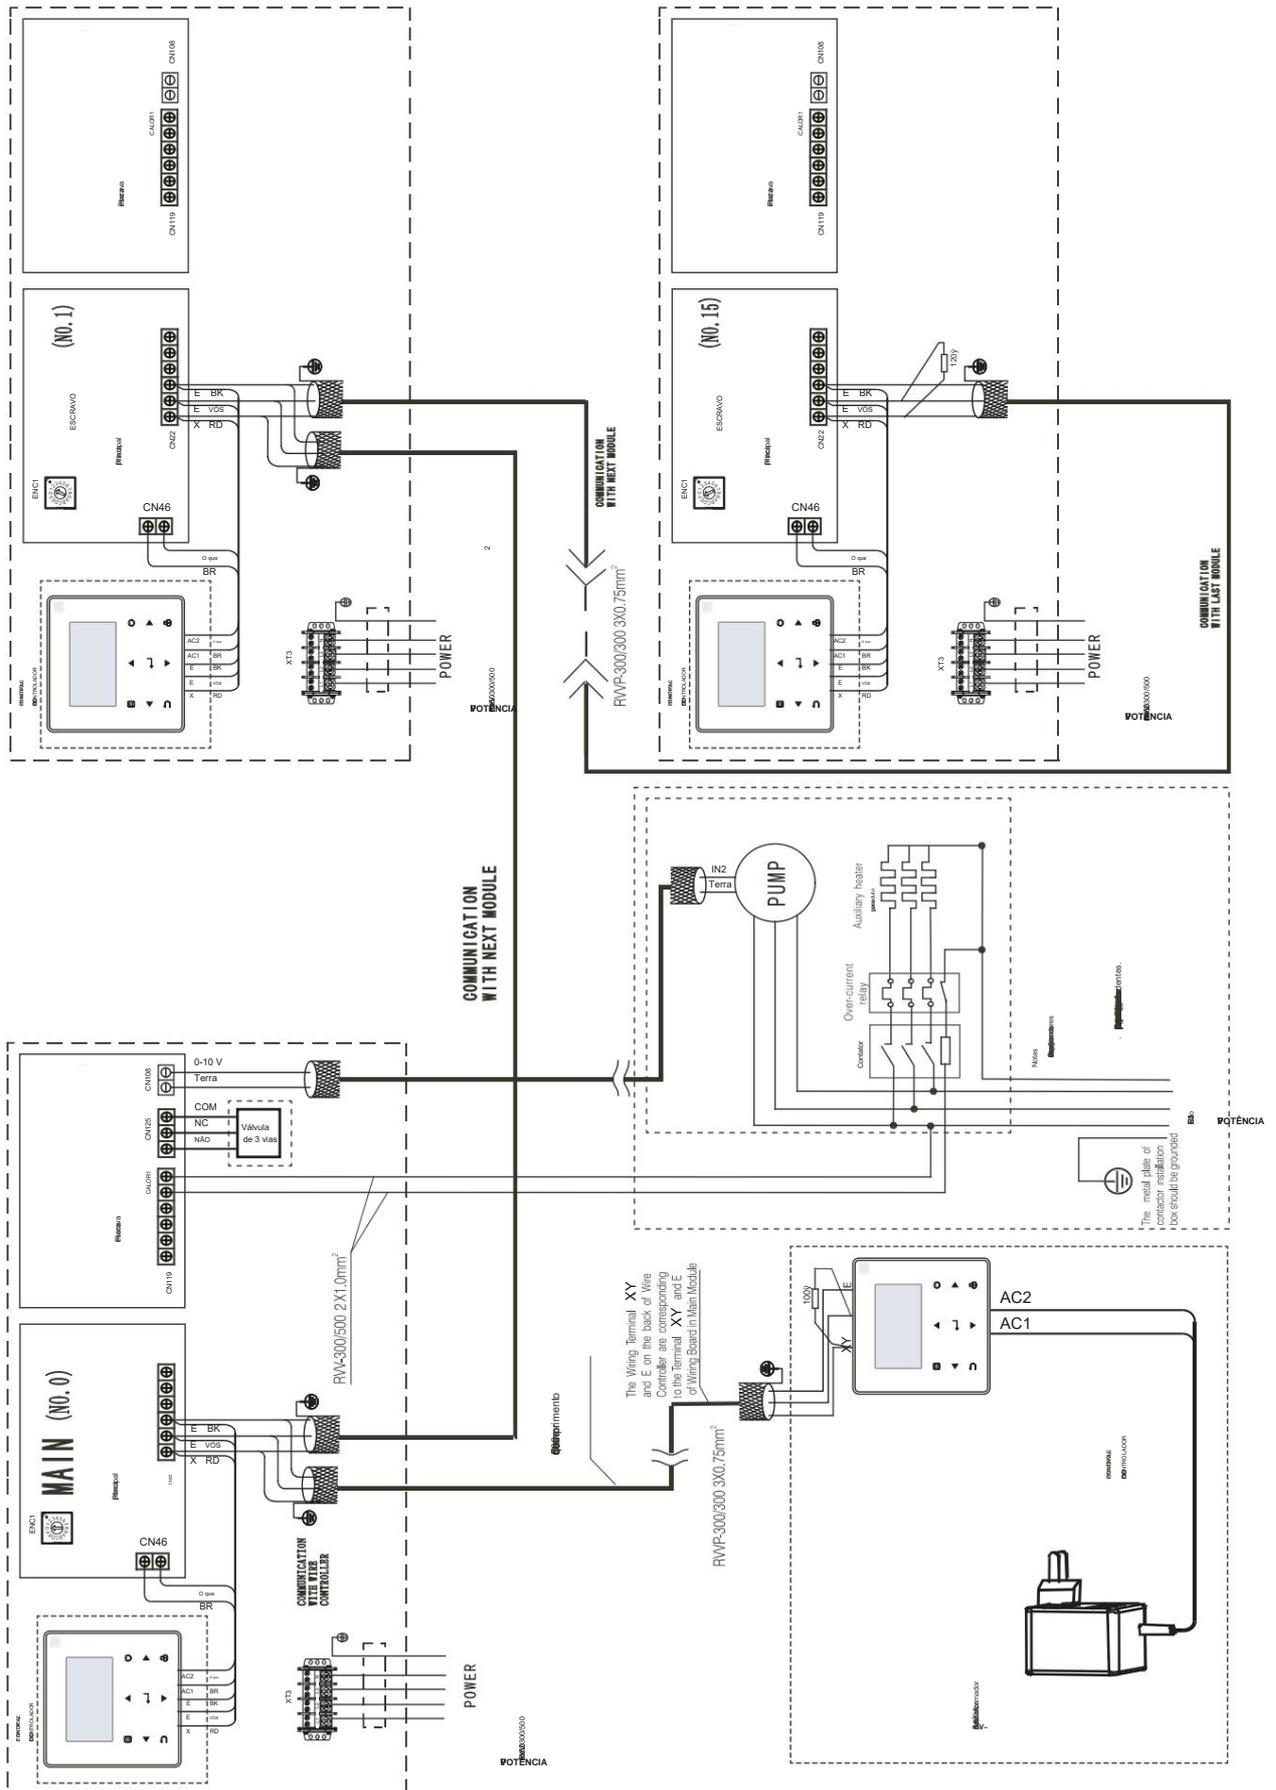

Fig. 8-18 Esquema de comunicação de rede da unidade principal e unidade auxiliar para 110 kW e 140 kW
- c) As unidades devem ter controles de unidade principal (consulte a Fig. 8-18 para o diagrama de fiação dos controles).